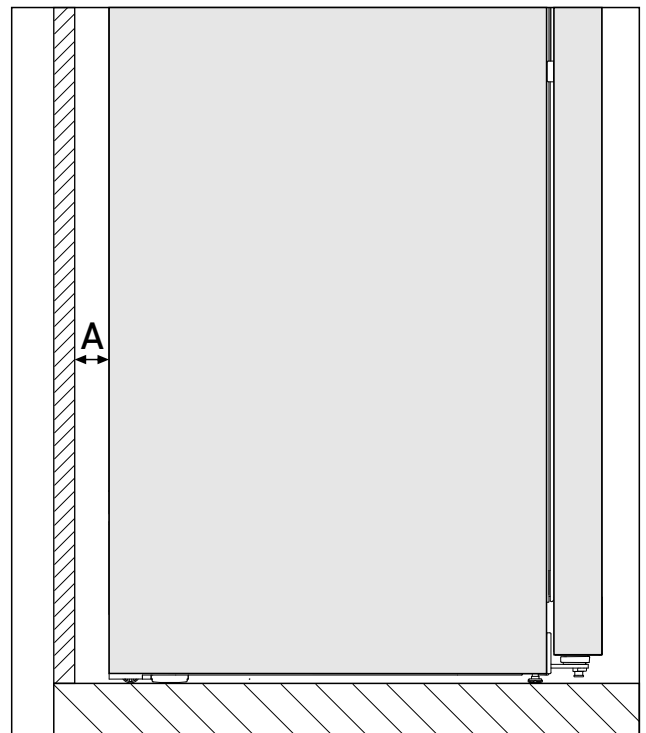

Fig. 3 *
已在冰箱背面与墙壁之间的离墙距离为 Fig. 3 (A) 时确定能量消耗。当离墙距离小于 Fig. 3 (A) 时, 不会影响冰箱的功能, 但在更小的离墙距离下, 能量消耗会略微升高。